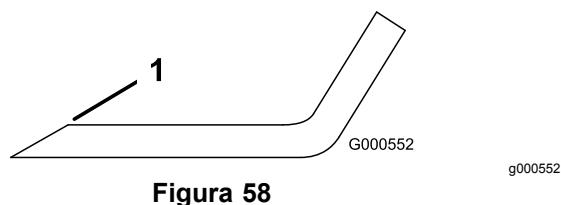

Figura 58
1. Utilice una lima para afilar el filo de corte en ambos extremos de la cuchilla (Figura 58).
Nota: Si la cuchilla no está equilibrada, rebaje algo del metal en la parte de la vela solamente con una lima (Figura 58).